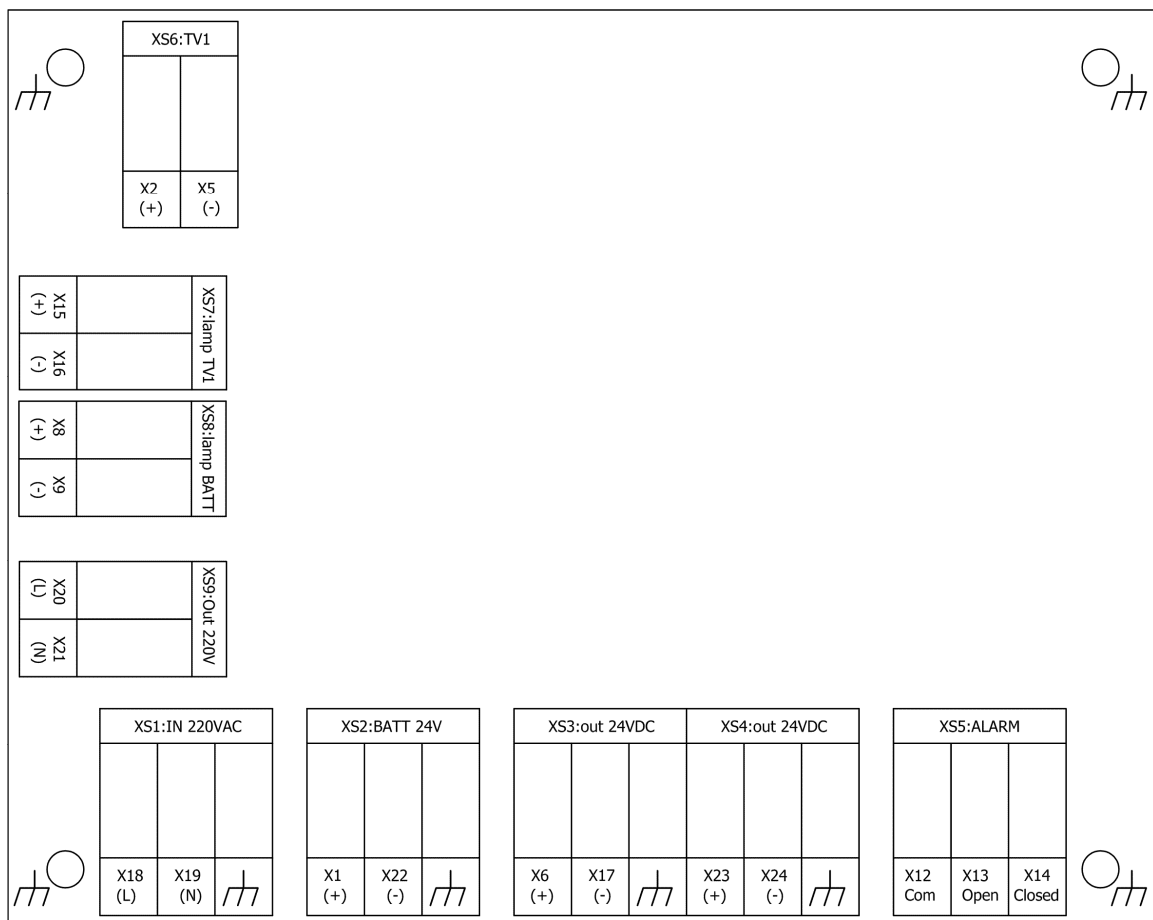

Рис. 2. Расположение монтажных клемм на печатной плате БП
Конструктивно источник состоит из корпуса и крышки. При снятой крышке осуществляется доступ к монтажным клеммам. Конструкция прибора предусматривает наличие двух клемм для подключения нагрузок (XS3 и XS4, Рис.2).
5. Подключите провода сети 220 В, 50 Гц к сетевым клеммам XS1 с учетом указанной фазировки (Рис.2).